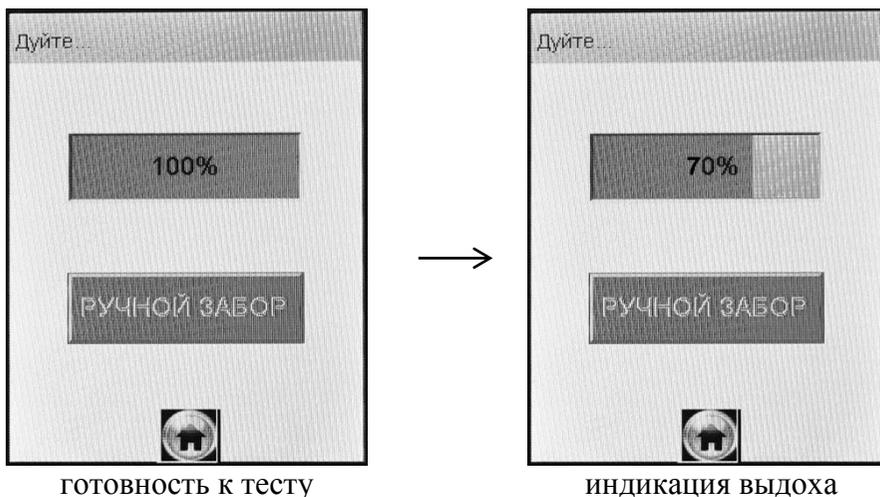

Рисунок 23 – Режим скрининга
2.12.2 Выберите режим скрининга . На сенсорном экране появится сообщение о готовности к тесту (рисунок 23, слева).
2.12.5 Если обследуемый обеспечивает требуемый расход выдыхаемого воздуха, во время выдоха звучит опорный звуковой сигнал, и на индикаторе продолжительности выдоха предьявляется оставшееся время выдоха в процентах (рисунок 23, справа). Выдох следует прекратить по окончании опорного звукового сигнала. Анализатор произведет автоматический отбор пробы выдыхаемого воздуха из мундштука-воронки.